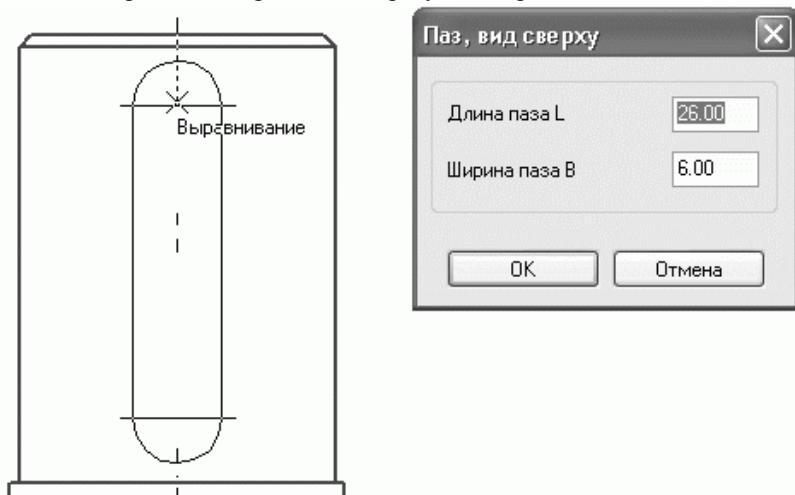

Рис. 2.99. Построение изображения шпонки (шпоночного паза) средствами КОМПАС
6. Осталось добавить изображения шпонок. Можно создать их собственноручно или использовать для этого стандартные средства КОМПАС. Запустите менеджер библиотек и раскройте в нем раздел Прочие. Дважды щелкните на строке Прикладная библиотека КОМПАС в правой части менеджера, перейдите в раздел ГЕОМЕТРИЧЕСКИЕ ФИГУРЫ и двойным щелчком выберите элемент Паз, вид сверху. В появившемся окне задайте длину и ширину паза, затем нажмите кнопку ОК и разместите паз на чертеже (рис. 2.99). Размеры шпонки на выходном участке вала ($b \times h \times l$) – 90 × 20 × 12 мм. Создайте еще одно изображение шпонки на этом же валу для соединения его с зубчатым колесом. Ее размеры – 110 × 22 × 14. Размеры шпонок приведены к стандартным и определены в результате расчета шпоночных соединений.